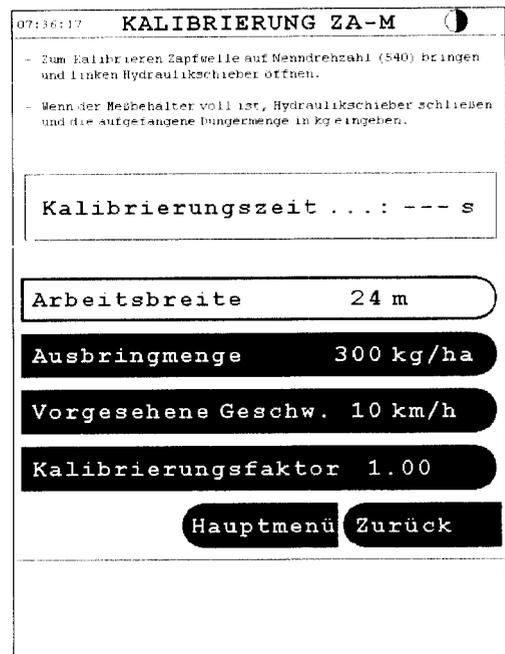

Fig. 9
- Bei größeren Modifikationen der Ausbringmenge oder Arbeitsbreite, springt die Anzeige automatisch ins Menü Kalibrierung ZA-M (Fig. 9)
- Die Schieberöffnungszeit wird auf dem Display angezeigt (Fig. 9/1)